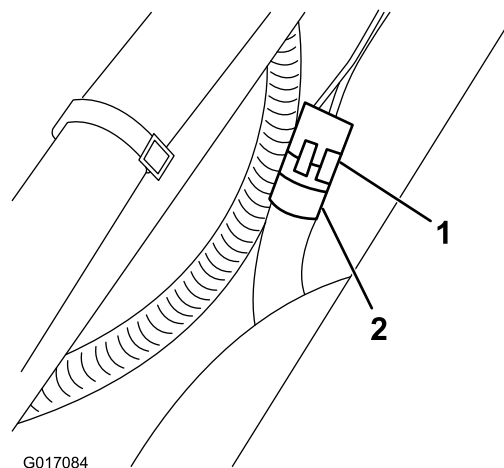

Figure 4
5. Connectez le faisceau de câblage de l'indicateur de vitesse au connecteur du moteur de roue au moyen de l'embout de connexion à 3 broches Weather Pack (Figure 4).